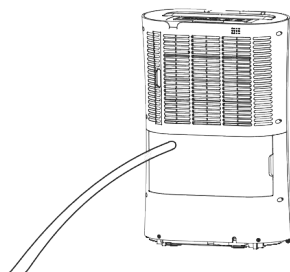

Рис. 5
4. Установите отводную трубу (13) на сливной патрубке (11) (рис.5).